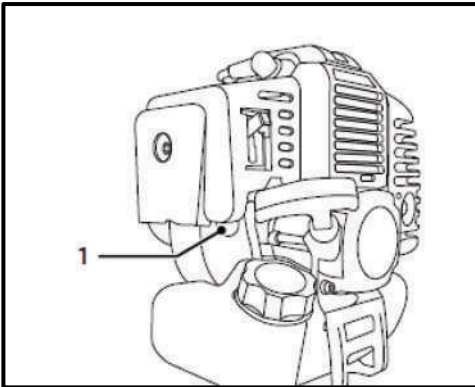
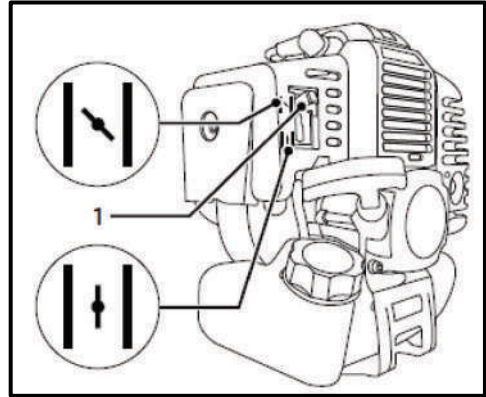

Рис. 37
Рис. 38
- Натисніть декілька разів на праймер (1) (Рис. 37). Під час натискання крізь гумовий ковпачок праймера повинна проглядатися паливна суміш, що підкачується. Якщо паливна суміш не заповнила гумовий ковпачок, слід натиснути на нього ще кілька разів.
- Переведіть важіль повітряної заслінки (1) догори, у положення «Закрито» (Рис. 38).
- Переведіть важіль повітряної заслінки (1) у положення «Відкрито» (Рис. 38). Очікуйте до двох хвилин для прогрівання двигуна.
Для повторного запуску прогрітого двигуна можна не натискати паймер (1) (Рис. 37) та залишити повітряну заслінку (1) (Рис. 38) у положенні «Відкрито»